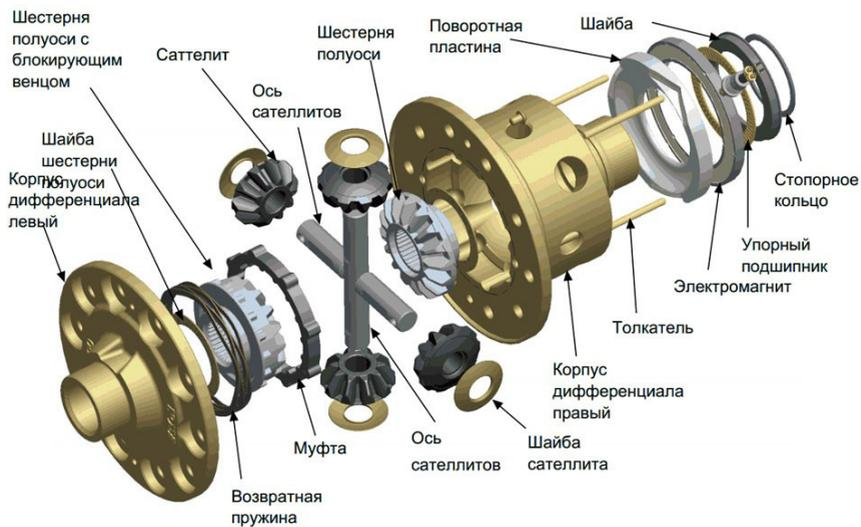

рис. 1
2. Перед установкой планетарной шестерни на новую блокировку, разожмите стопорное кольцо, снимите, затем демонтируйте электромагнит с поворотной пластиной. (рис. 1)